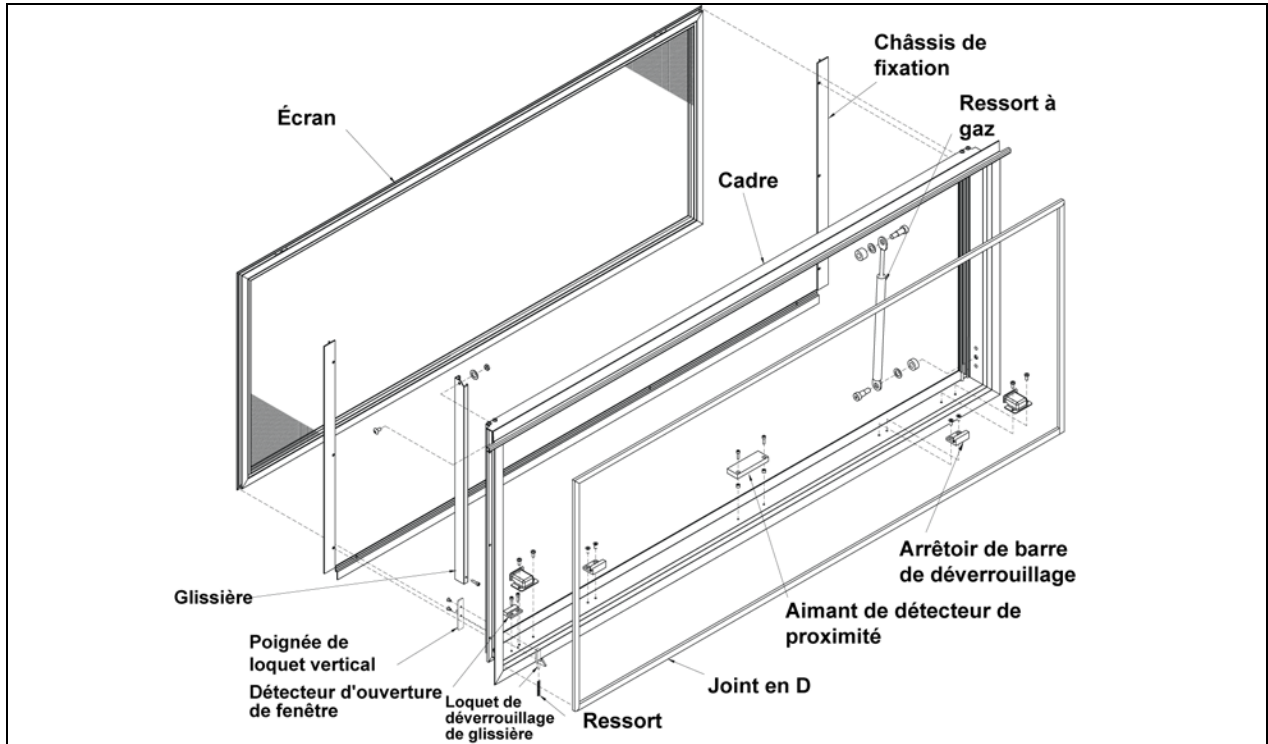

FIGURE 92: VUE ÉCLATÉE D'UNE FENÊTRE ÉLECTRIQUE À AUVENT (ENCADREMENT)
4. Desserrer les vis butées numéro 5 (Figure 92) (faire pivoter le bras pour accéder à la deuxième vis butée) et désengager le bras pivotant du bout d'arbre.